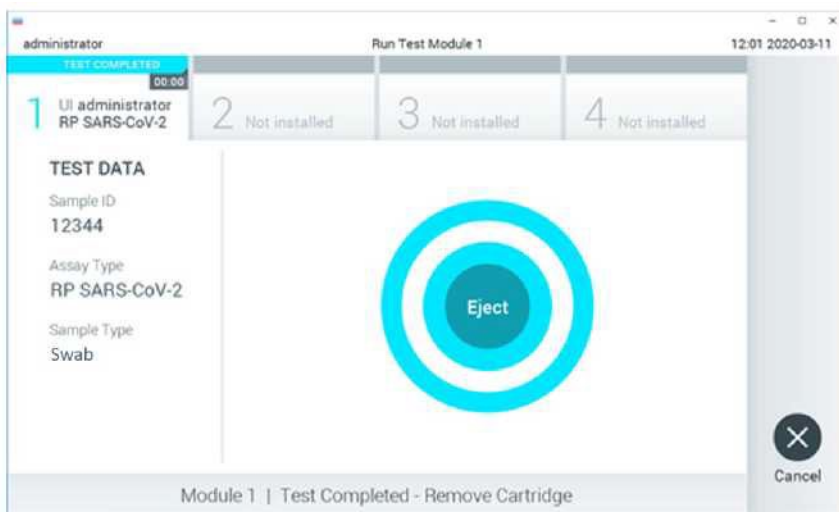

Рис. 16. Экран извлечения.
14. После завершения теста появится экран «Eject (Извлечь)» (рис. 16), а в строке состояния модуля отобразится результат теста в одном из следующих вариантов: